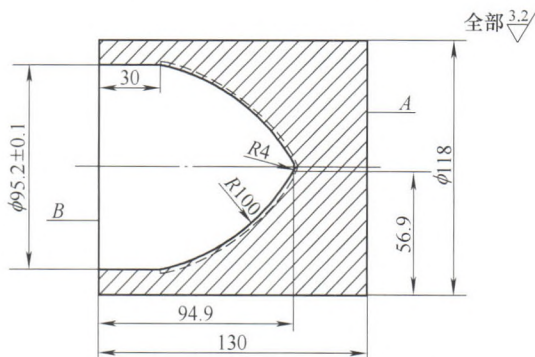

图2 无人机导流尾锥内腔型线加工示意图
(2) 按工艺要求加工内腔型线，采用极压水溶性切削液进行冷却，防止工件加工过程中的热变形，从而提高表面质量。半精、精加工内腔型线采取数控加工，以保证工件内腔型线尺寸、表面粗糙度，同时可确保该薄壁件最终壁厚均匀。设计工艺样板进行内腔型线检验。如图2所示为无人机导流尾锥内腔型线加工示意图。